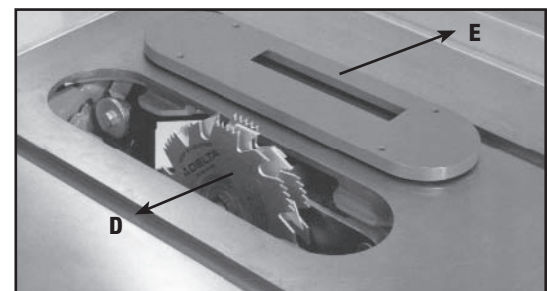

Fig. 47
2. Sujete el juego de cabezales para ranuras (D), Fig. 47, al mandril de la sierra.
**EL INSERTO PARA MESA DEL JUEGO DE CABEZALES PARA RANURAS (E), FIG. 47, DEBE UTILIZARSE EN LUGAR DEL INSERTO ESTÁNDAR. ESTÁ DISPONIBLE COMO PARTE DEL SERVICIO A TRAVÉS DE UN CENTRO DE MANTENIMIENTO BLACK & DECKER.**